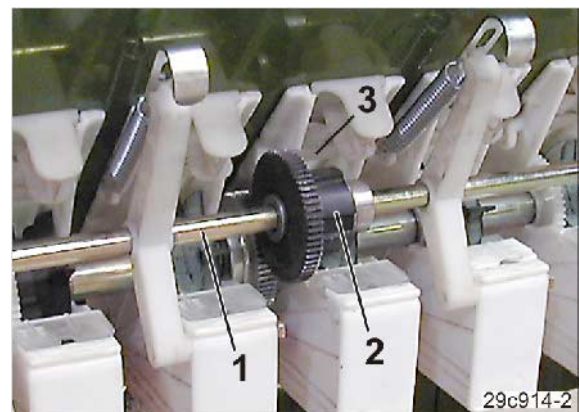

Fig. 78
- aktiveres koblingen (Fig. 78/2) af en arm (Fig. 78/3),
- standser drivakslen (Fig. 78/1) til køresporsåhjulene,